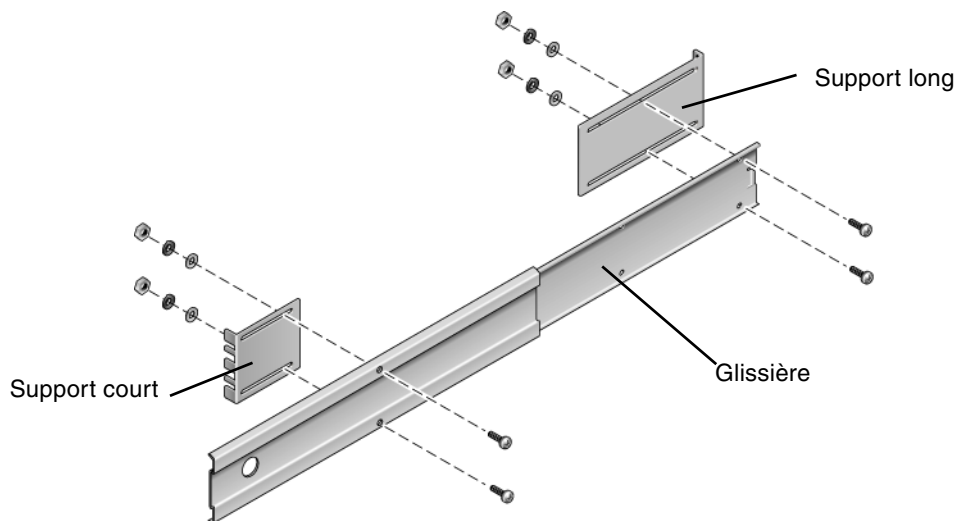

FIGURE 3-11 Fixation de la glissière aux supports
10. Fixez la glissière sur les supports courts et longs à l'avant et à l'arrière du rack (FIGURE 3-11).